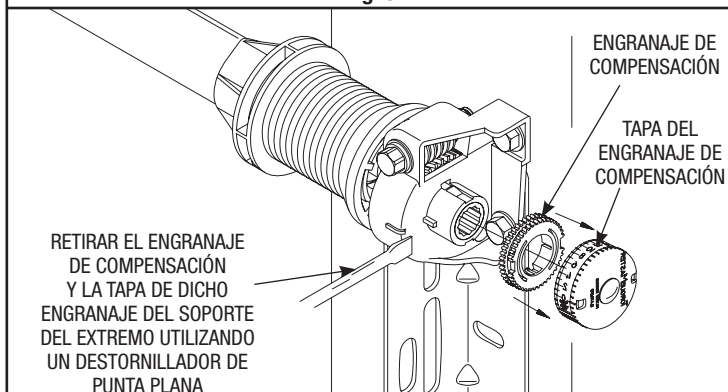

Fig. 4
Paso 4: utilizando un destornillador de punta plana, retire tanto la tapa del engranaje de compensación, como el propio engranaje, el cual se encuentra en el soporte del extremo derecho (Fig. 4 de la página anterior). Retire a un lado el engranaje de compensación y su tapa. En el caso de aplicaciones de doble resorte, repita este procedimiento para el lado izquierdo.